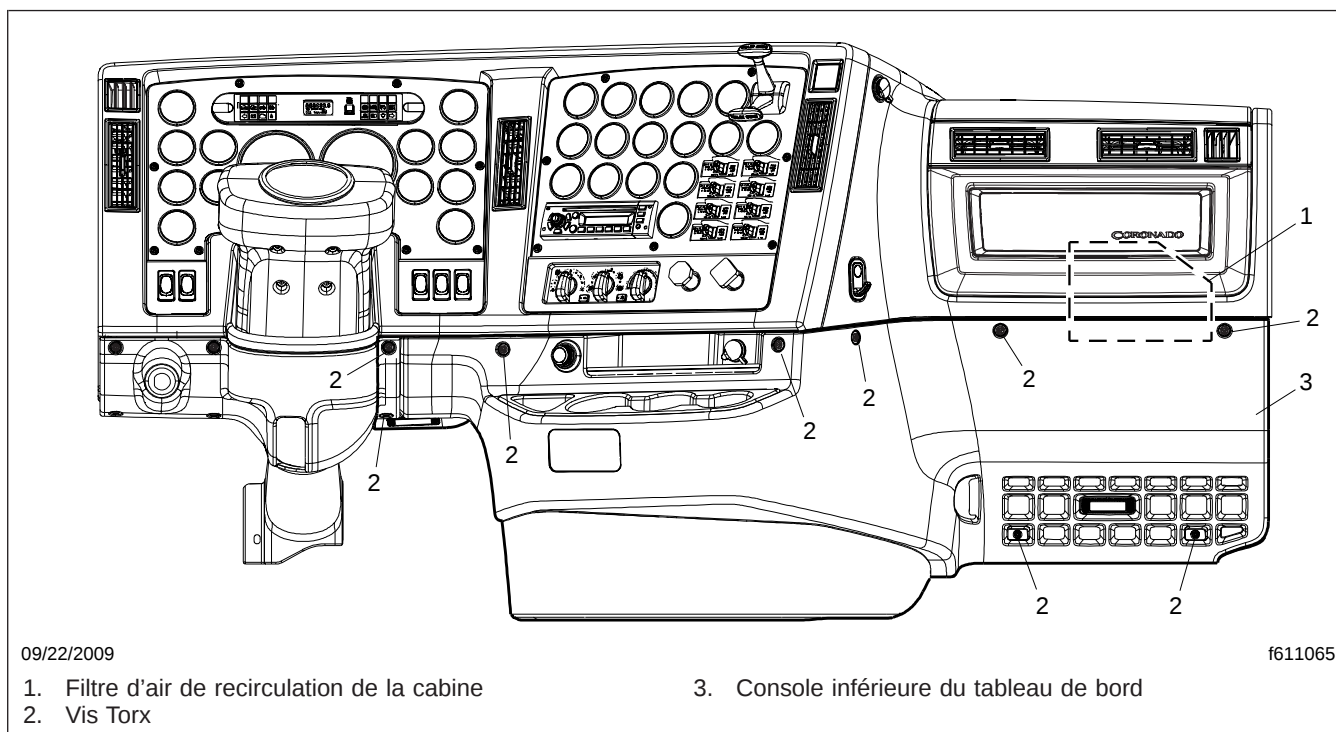

Fig. 3, Emplacement du filtre d'air de recirculation de la cabine
2. Retirez la console inférieure du tableau de bord. La console inférieure est fixée à l'Aide de neuf vis Torx; voir la figure 3.
7. Installez la console inférieure du tableau de bord. Serrez les vis Torx à un couple de 24 à 30 lbf/po (270 à 340 N·cm). Voir la figure 3.